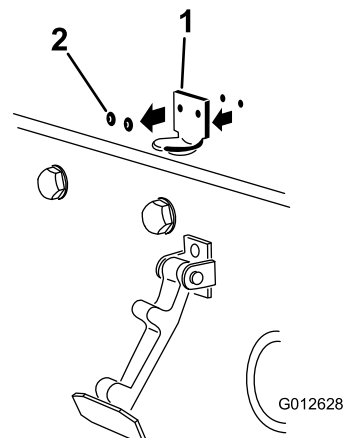

**Figura 4**
2. Îndepărtați cele 2 nituri care fixează suportul clichetului capotei pe capotă (Figura 4).